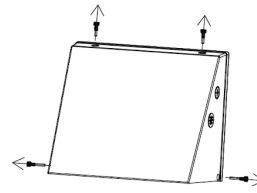

Fig. 2.1
1. Desserrer et retirer les 4 vis sur le dessus et les côtés du luminaire (Fig. 2.1).